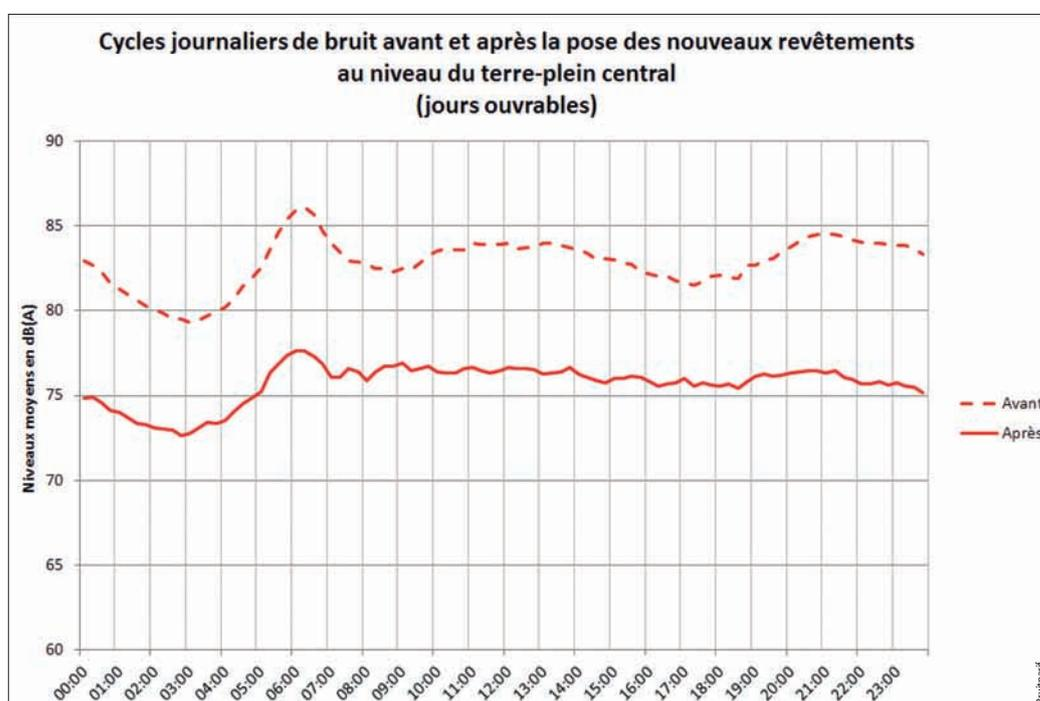

Figure 1
Autre élément très intéressant : la baisse de niveaux apparaît quel que soit le type de jour (ouvrable ou week-end) et l'heure de la journée (figure 1). Selon les heures, on assiste ainsi à des réductions comprises entre - 5,8 et - 9,9 dB(A) en situation de proximité à la source (terre-plein central) et entre - 2,8 et - 5,9 dB(A) en situation riverains (en façade de l'immeuble l'Herminier et de la Tour Lagny).